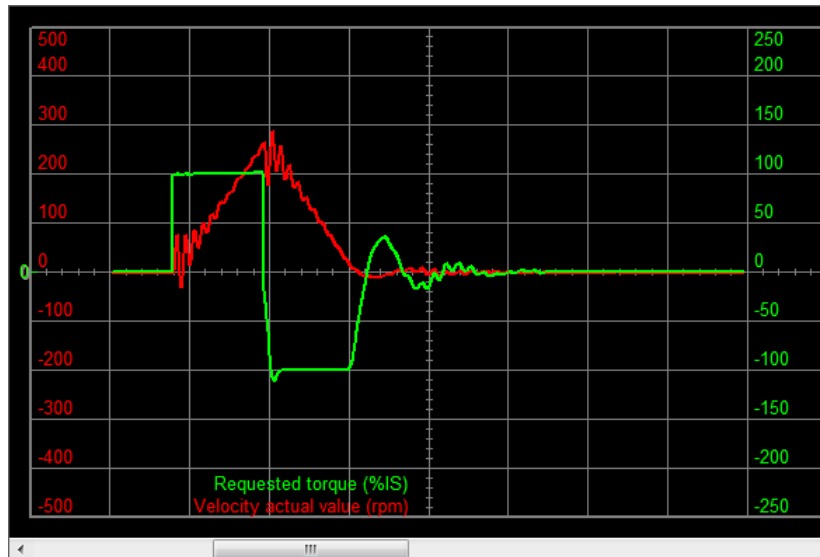

Figura 20.9. Esempio di una stima corretta del momento di inerzia con oscillazioni.
- Se invece la fermata presenta un andamento simile a quello riportato in Figura 20.9, cioè con oscillazioni contenute e smorzate, il sistema è comunque stabile e si consiglia di rafforzare leggermente la sua stabilità (vedere i punti 3. Stabilizzazione del sistema e 4. Filtri della *Detailed Tuning Guide*).